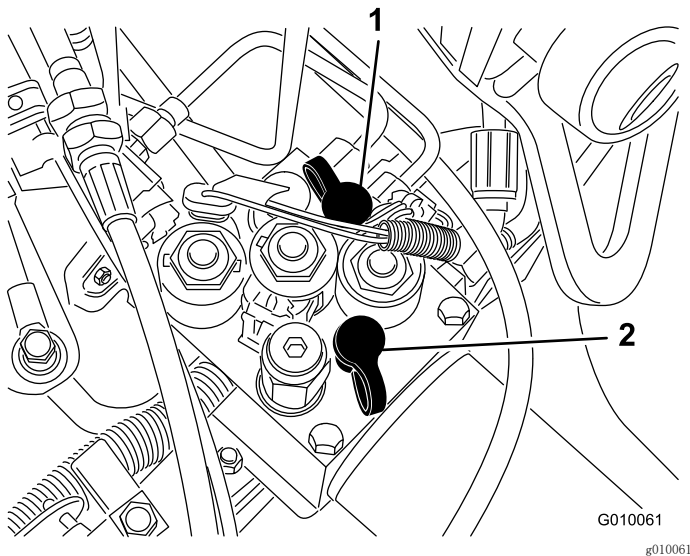

图61
- 测试端口 G 2（图61）用于协助对驱动补油回路进行故障诊断。
- 测试端口 G 1（图61）用于协助对提升油路压力进行故障诊断。